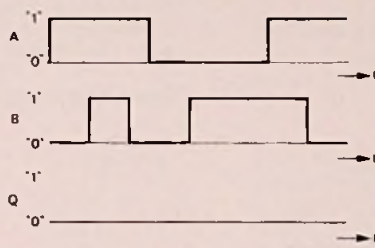

Fig. 18.
- In fig. 18 is een tijd-volgorde-diagram van de signalen A en B weergegeven. Teken hierin het tijd-volgorde-diagram van het uitgangssignaal Q.
b. Met behulp van de functietabel en de tijd-volgorde-diagrammen uit fig. 18 kan men nu het tijdvolgorde-diagram van Q vinden. Dit is getekend in fig. 19.